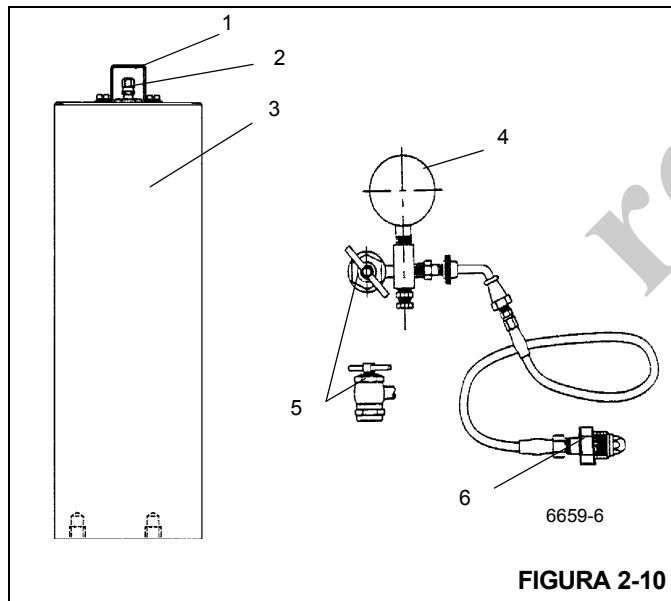

FIGURA 2-10
1. Com o motor desligado, descarte todo o óleo pressurizado armazenado nos acumuladores pressionando o pedal do freio de serviço no piso da cabine diversas vezes. Remova a proteção e a tampa da válvula de gás no acumulador (Figura 2-10).
2. Antes de conectar o conjunto de carga de gás (Figura 2-10) à válvula de gás do acumulador, recue a alavanca em "T" do regulador de pressão para gases totalmente para fora (sentido anti-horário).
6. Se a pressão for 900 psi +50/-0 (6,2 MPa +0,4/-0), remova o conjunto da válvula de carga girando a alavanca em "T" totalmente para fora no regulador de pressão para gases e abrindo a válvula de sangria (Figura 2-10).
3. Antes de conectar o conjunto de carga (Figura 2-10) à válvula de gás do acumulador, gire totalmente para fora (sentido anti-horário) a alavanca em "T" do regulador de pressão para gases.
7. Se a pré-carga estiver acima de 900 psi +50/-0 (6,2 MPa +0,4/-0), feche a válvula do cilindro de nitrogênio e abra lentamente a válvula de sangria no conjunto de carga (Figura 2-10) até que a pressão da pré-carga esteja correta.